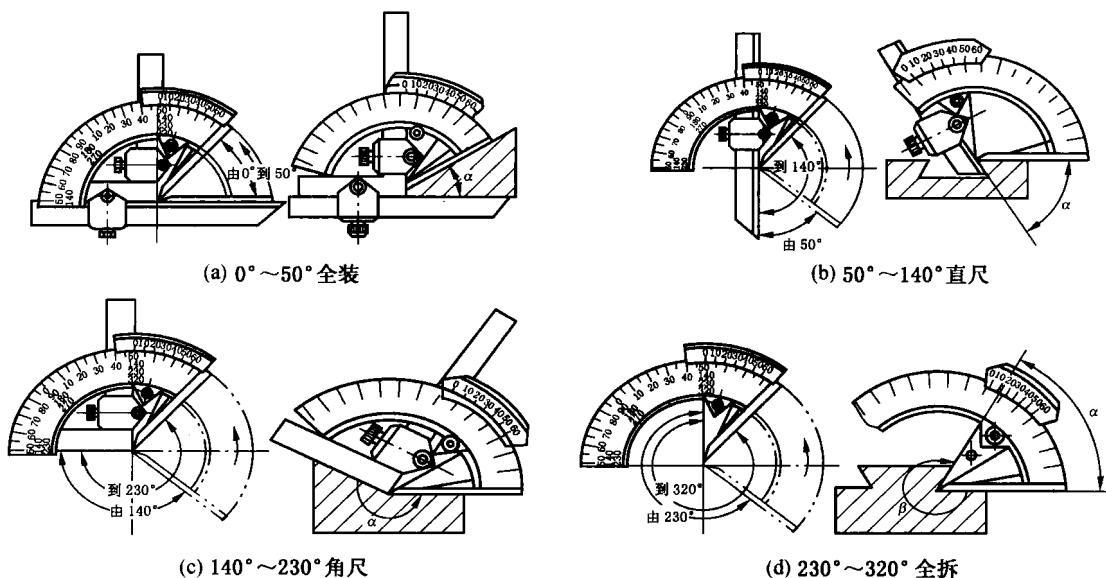

图 1-10 万能角度尺的测量范围
③ 测量时，工件的基准面要与万能角度尺的基尺贴紧，直尺轻轻的落下，如图 1-10 所示。
游标万能角度尺有 I 型、II 型 2 种，其测量范围分别为  $0^\circ \sim 320^\circ$  和  $0^\circ \sim 360^\circ$ 。I 型万能角度尺的测量范围及方法如图 1-10 和图 1-11 所示。